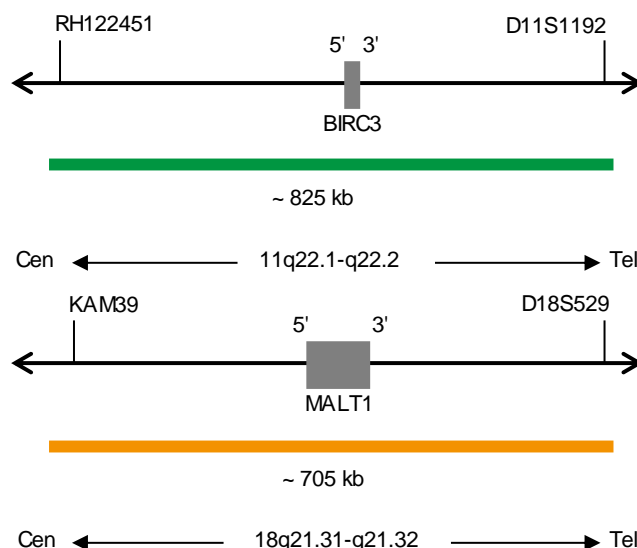

Fig. 1: Arriba: SPEC BIRC3 Mapa de la sonda; abajo: SPEC MALT1 Mapa de la sonda (no está a escala)
- Polinucleótidos marcados en verde (excitación a 503 nm/emisión a 528 nm) ZyGreen (~12 ng/μl), dirigidos a secuencias localizadas en 11q22.1-q22.2\* (chr11:101,756,072-102,581,817) que albergan la región del gen BIRC3 (ver Fig. 1).
- Polinucleótidos marcados en naranja (excitación a 547 nm/emisión a 572 nm) ZyOrange (~6 ng/μl), dirigidos a secuencias localizadas en 18q21.31-q21.32\* (chr18:56,021,766-56,724,408) que albergan la región del gen MALT1 (ver Fig. 1).